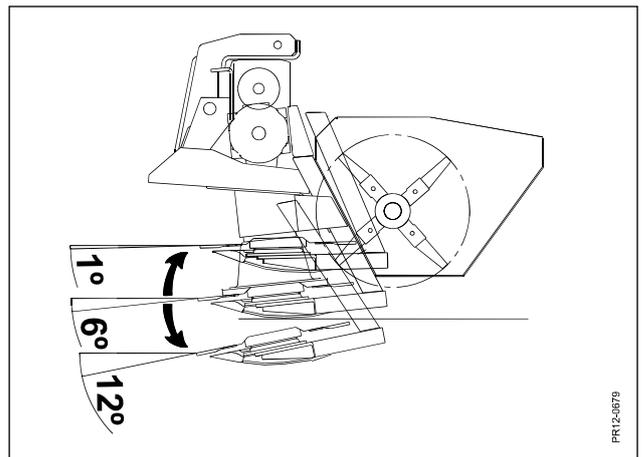

Fig. 3-14
**Fig. 3.14** Mit der Maschine in der empfohlenen Grundeinstellung ist der Schneidwinkel etwa 6 Grad, wenn die Maschine auf planem Boden steht. Wenn sich die Maschine nach unten bewegt, steigt der Winkel auf etwa 12 Grad, während er mit Bewegung bergauf auf etwa 1 Grad reduziert wird. (Der Balken ist beinahe waagrecht).